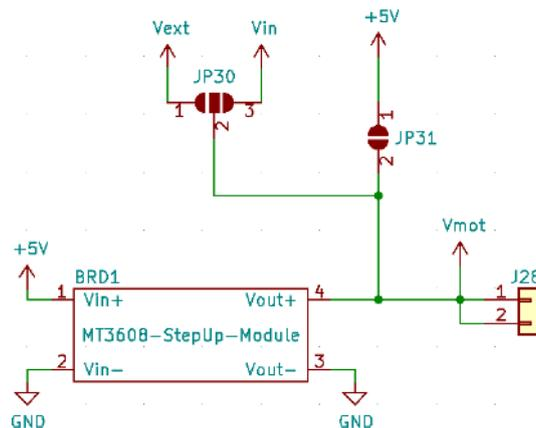
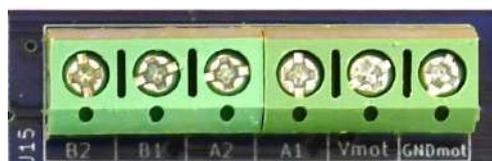

Figure 87 – Schema connessioni relative alla tensione di alimentazione V_{mot} della IOT PROTO SHIELD PLUS
Figure 89 – Connettore a vite J15 della IOT PROTO SHIELD PLUS
Si consideri che *Vmot* è disconnesso di default: spetta a voi alimentare (J12) il motore con la tensione corretta considerando le connessioni mostrate in Figure 87.
- Connettere i poli A, /A, B, /B del motore secondo le specifiche di collegamento e Figure 89
- Connettere l'alimentazione del motore secondo le specifiche di funzionamento e Figure 89
- Alimentare il motore, secondo le specifiche di funzionamento, Figure 87 e Figure 89